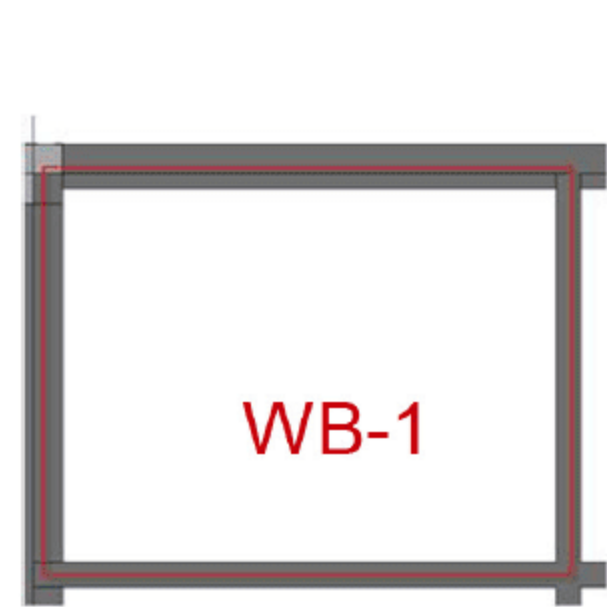
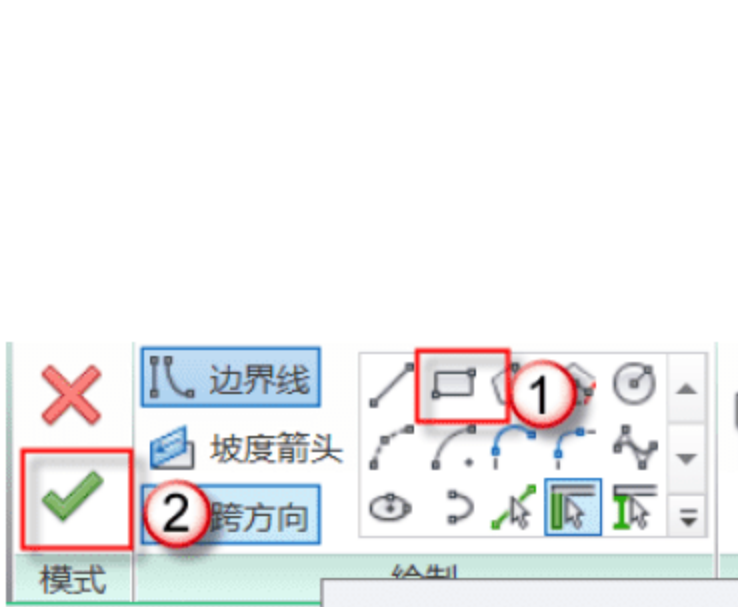
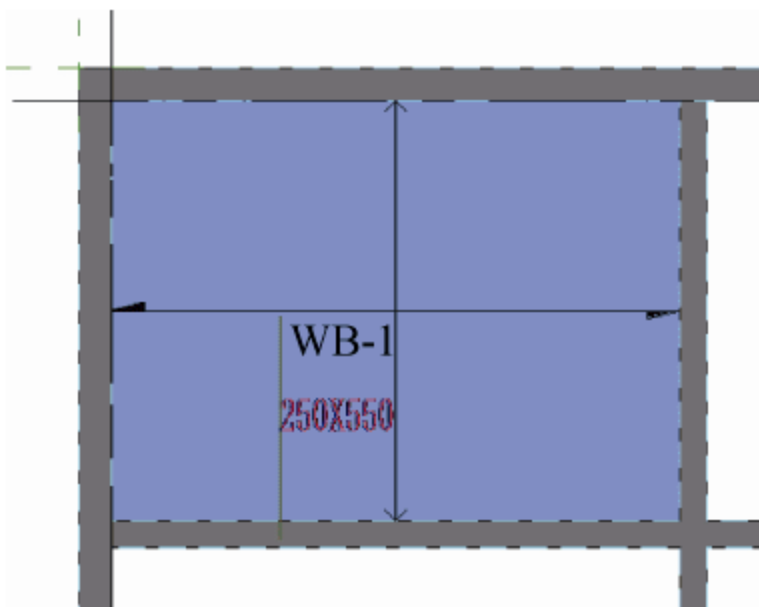

图 5.1.35 观察屋面板形状
图 5.1.36 绘制工具的选择
图 5.1.37 WB-1 绘制完成图
(3) 进入“修改/创建楼板边界”模式，如图 5.1.35 所示，可以观察到 WB-1 的边界为一矩形，且 WB-1 不需要考虑坡度以及跨方向，可直接选择“边界线”中的“矩形”工具进行绘制，如图 5.1.36 所示。绘制完成后，单击√按钮，完成的效果如图 5.1.37 所示。